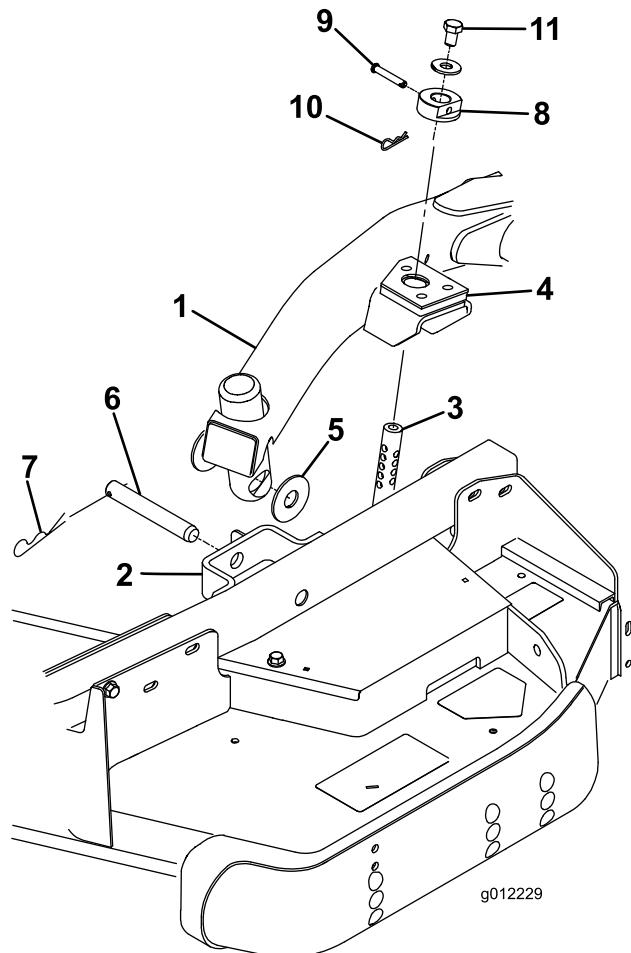

Figure 23
4. Placez le levier de relevage en position de flottement. Poussez un bras de relevage vers le bas jusqu'à ce que ses trous soient alignés sur ceux du support du bras pivotant. Il est alors possible d'introduire la tige de réglage de hauteur de coupe dans les patins du bras de levage (Figure 23).
5. Fixez le bras de relevage au bras pivotant avec (2) rondelles de butée, un axe de chape et une goupille fendue. Placez les rondelles de butée entre le bras de relevage et le support de bras pivotant (Figure 23). Insérez l'extrémité de la goupille fendue dans la fente de la patte du bras pivotant pour retenir la goupille fendue.
- Montez les bagues de hauteur de coupe sur les tiges de réglage de hauteur de coupe et fixez-les avec les axes de chape et les goupilles fendues (Figure 23). La tête de l'axe de chape doit être dirigée vers l'avant du plateau.
- Montez un boulon (1/2 x 3/4 po) et une rondelle au sommet de chaque tige de réglage de hauteur de coupe (Figure 23).